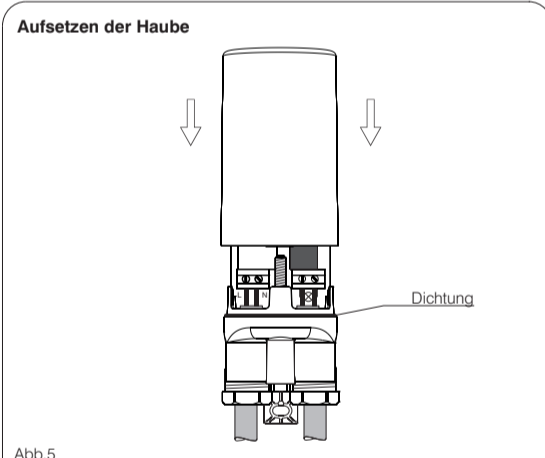

Abb. 5
- Die Haube aufsetzen (Abb. 5) und herunterdrücken, bis sie die unverlierbare Befestigungsschraube berührt.